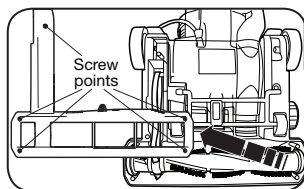

Fig. 1
2. Enlevez les cinq vis en maintenant le plateau inférieur en place (Fig. 1).